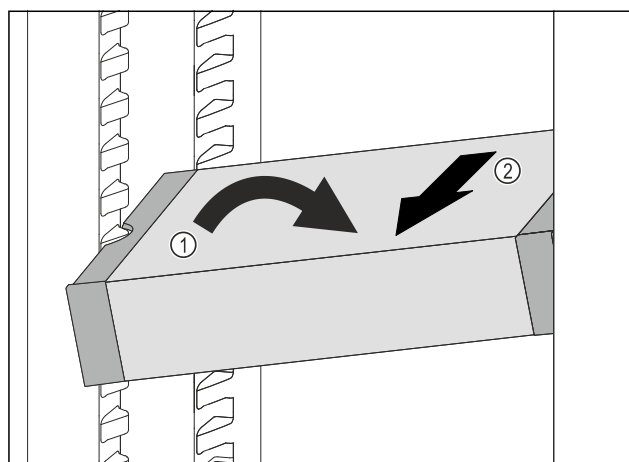

Fig. 73
- ▶ Ställ VarioSafe snett i kyldelen. Fig. 73 (1)
- ▶ Dra VarioSafe framåt för att ta ut den. Fig. 73 (2)